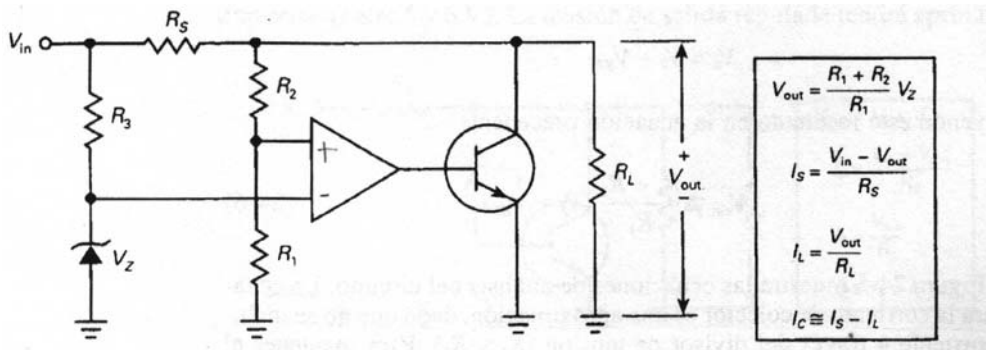

figura 5 - Regulador em paralelo com realimentação negativa alta
4. O regulador em paralelo da figura 5 tem os seguintes valores para o circuito: $V_{in}=15V$, $R_s=10\Omega$, $V_Z=6,8V$ e $R_L=40\Omega$.